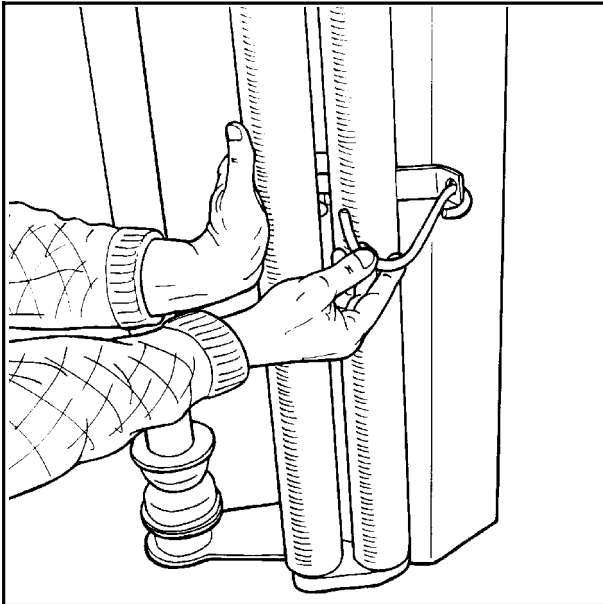

Bild 5-1
- 5.1** Zum Einlegen der Folieneinlage die Vorspannrollen zur Seite halten. Die Rollen an der Seite festhalten und den Halter aufsetzen, siehe Abb. 5-1.